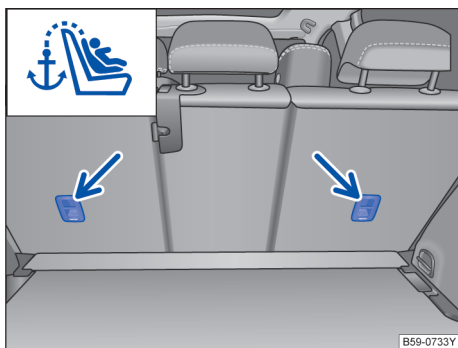

图 43 带顶部紧固绳的 ISOFIX 儿童座椅
- 打开后排座椅后的盖板 → 图 43。
- 将上部固定带钩入相应的固定环中 → 图 43。